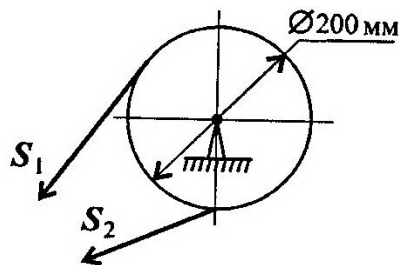

Рис. 16.7
4. Натяжение ветвей ременной передачи $S_1 = 700 \text{ Н}$, $S_2 = 300 \text{ Н}$ (рис. 16.7). Определите вращающий момент передачи.